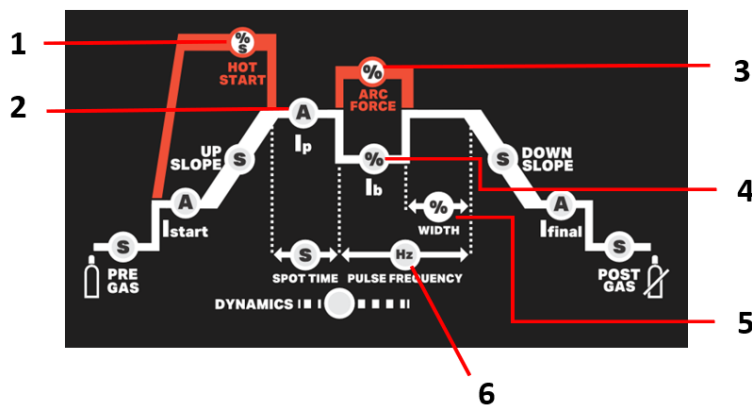

Fig. 1 – Parâmetros MMA
Para TP 164-224 DC (Ver os itens na Fig. 1)
- Ajustar o valor de corrente ao diâmetro do eletrodo (Fig.1 - 2), de acordo com a seguinte tabela, para regular as máquinas de acordo com o eletrodo a utilizar e iniciar a soldadura